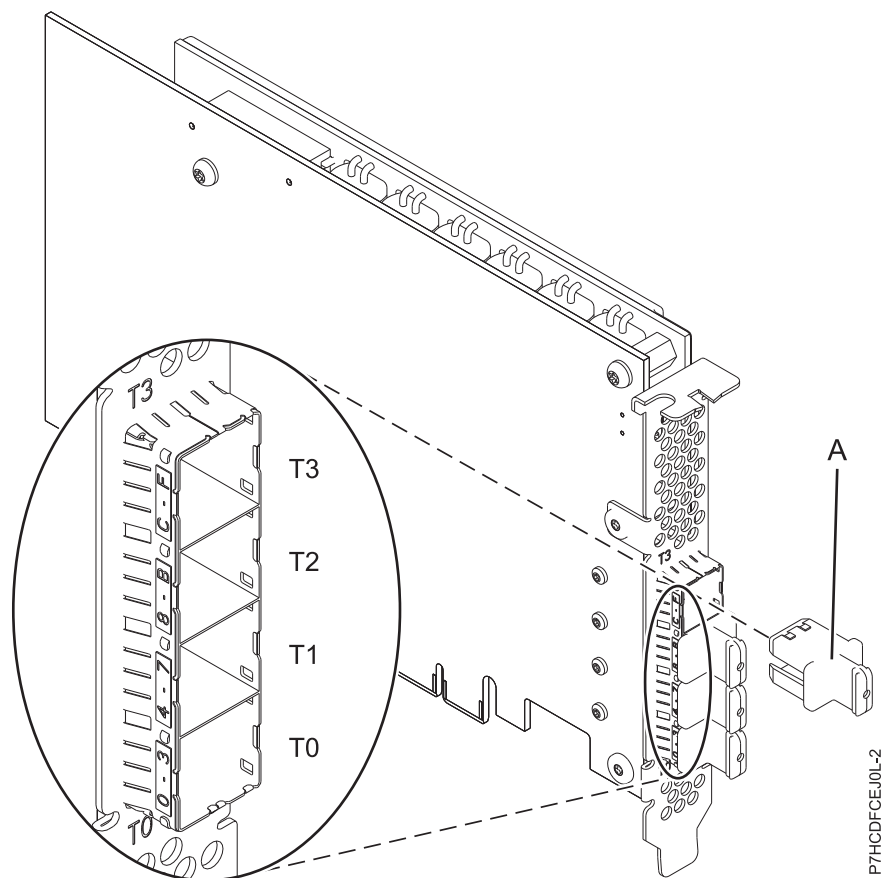

Figure 83. Carte PCIe3 RAID + SAS 6 Gb avec cache de 12 Go
La carte offre quatre connecteurs mini SAS étroits HD (haute densité) pour la connexion d'unités SAS dans le boîtier d'unité de disque 5887 (Tiroir à baie Gen2 IBM EXP24S SFF) comme indiqué dans la figure 83, à la page 254. Des câbles SAS spécifiques avec des connecteurs HD étroits sont utilisés pour la connexion au boîtier d'unité de disque 5887. Pour offrir la plus grande bande passante possible, deux câbles SAS AA avec connecteurs étroits HD sont utilisés pour connecter les deux cartes FC EJ14 couplées sur le troisième et le quatrième port d'adaptateur (T2, T3) pour communiquer les informations sur l'état et le contenu du cache. Les deux câbles SAS AA sont requis à moins que les ports 3 ou 4 soient utilisés pour raccorder les unités SAS. Lorsque tous les connecteurs sont connectés à des unités SAS, la communication entre la paire de cartes s'effectue à travers la matrice SAS par l'intermédiaire des boîtiers de disque et du câblage. Un maximum de 96 unités SAS est pris en charge avec quatre boîtiers d'unité de disque 5887. Les unités SAS peuvent toutes être des unités de disque dur ou peuvent avoir jusqu'à 48 unités SSD + 48 unités de disque dur (les unités de disque dur doivent occuper le 3e et le 4e port). Elles peuvent avoir un maximum de 72 unités SSD sans unité de disque dur et doivent avoir un câble AA sur le port supérieur. S'il y a plus de 48 unités SSD, aucune unité de disque dur ne peut être connectée.
La figure 83 présente la carte PCIe3 RAID + SAS 4 ports 6 Gb avec cache de 12 Go. Le capuchon du connecteur (A) est installé dans un port vide et empêche que ce port ne soit endommagé lorsqu'un câble des connecteurs de ports adjacents est connecté ou retiré.